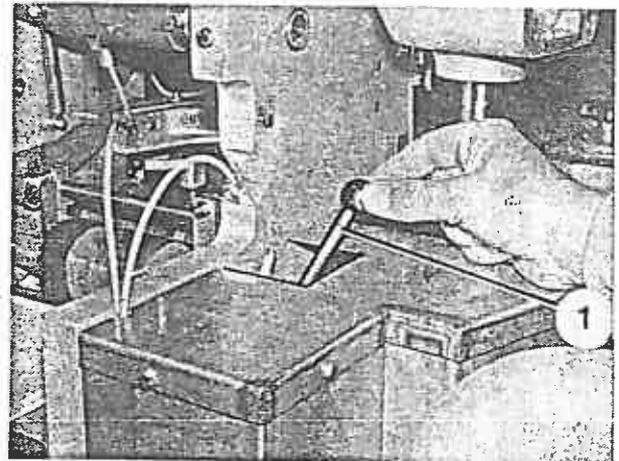

Bild 91
5. Einwicklervorzug durch Umlegen des Hebels (Bild 91/1) ausschalten.